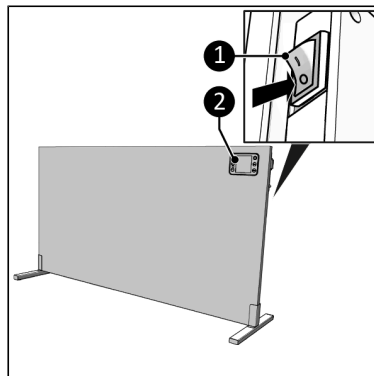

Abbildung 53.
1. Stellen Sie den Hauptschalter auf die EIN-Position (Abbildung 53, Pos. 1).
2. Die Anzeige (Abbildung 53, pos. 2) zeigt AUS an.
- das Bedienfeld (Abbildung 53, Pos. 2)
5. Die Anzeige (Abbildung 53, Pos. 2) zeigt die Umgebungstemperatur an.